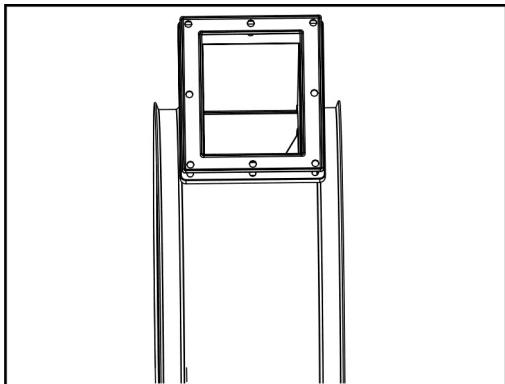
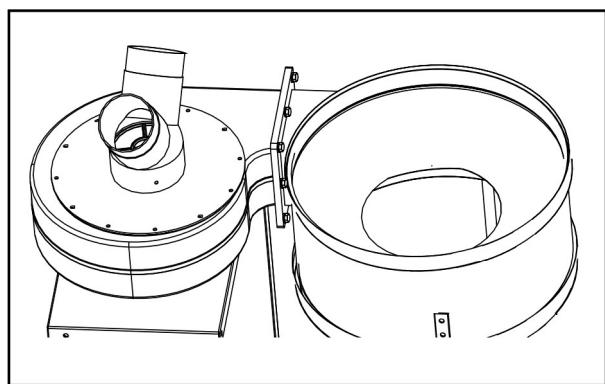

Abb.5-1
Abb.5-2
4. Gleichen Sie die Kopfmontage auf den Behälter an und legen Sie die Abdichtung dazwischen. Befestigen Sie sie zusammen mit den entsprechenden Schrauben, Muttern und Unterlegscheiben. (Abb.5-1, Abb.5-2)